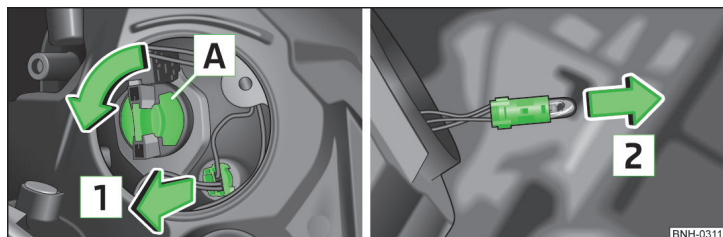

Fig. 151 Becuri pentru faza lungă, lumina de drum, de zi și de poziție
- Rotiți soclul **A** » fig. 151 până la limită în sensul săgeții și scoateți-l.
- Scoateți soclul împreună cu becul, prin mișcări pendulatorii, în sensul săgeții **1** » fig. 151.